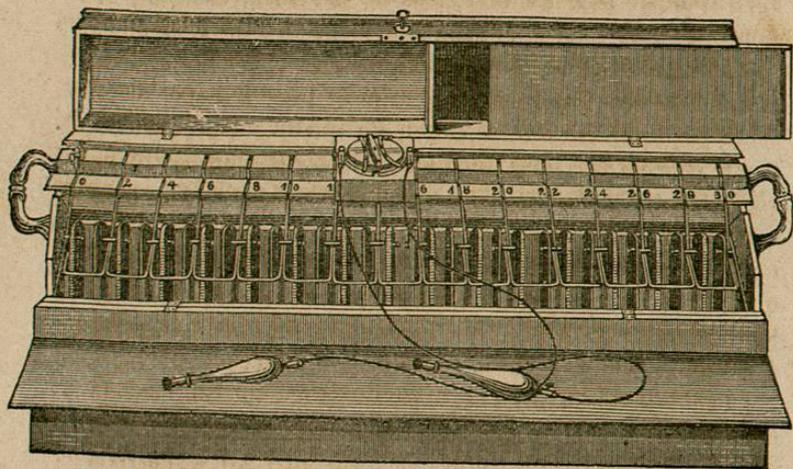

Fig. 9.
b. La *batterie d'hôpital* se compose de 30 à 40 couples, contenus dans une caisse de chêne (fig. 9); les prix sont de 210 francs et 260 francs. Elle est beaucoup plus lourde que la précédente, dont elle diffère encore par quelques autres particularités. Les cellules ne sont pas de vulcanite, mais de verre, et sont placées dans une boîte, subdivisée en deux compartiments, dont chacun contient quinze ou vingt vases. Cette boîte se soulève à peu près de la même façon que dans la batterie portable et se fixe à l'aide d'un tour de la tige d'ébène. L'appareil est pourvu d'un *traîneau* et d'un commutateur. Ce dernier diffère de celui de la batterie portable. C'est un cylindre de bois portant deux ressorts courbes, dont les extrémités antérieures touchent les bords de deux arcs de cuivre.